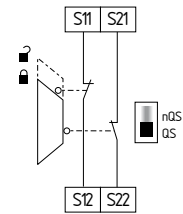

Fig. 14
**Circuito de monitorización de un resguardo de seguridad de dos canales con dispositivo de enclavamiento según EN ISO 14119 (véase fig. 14)**